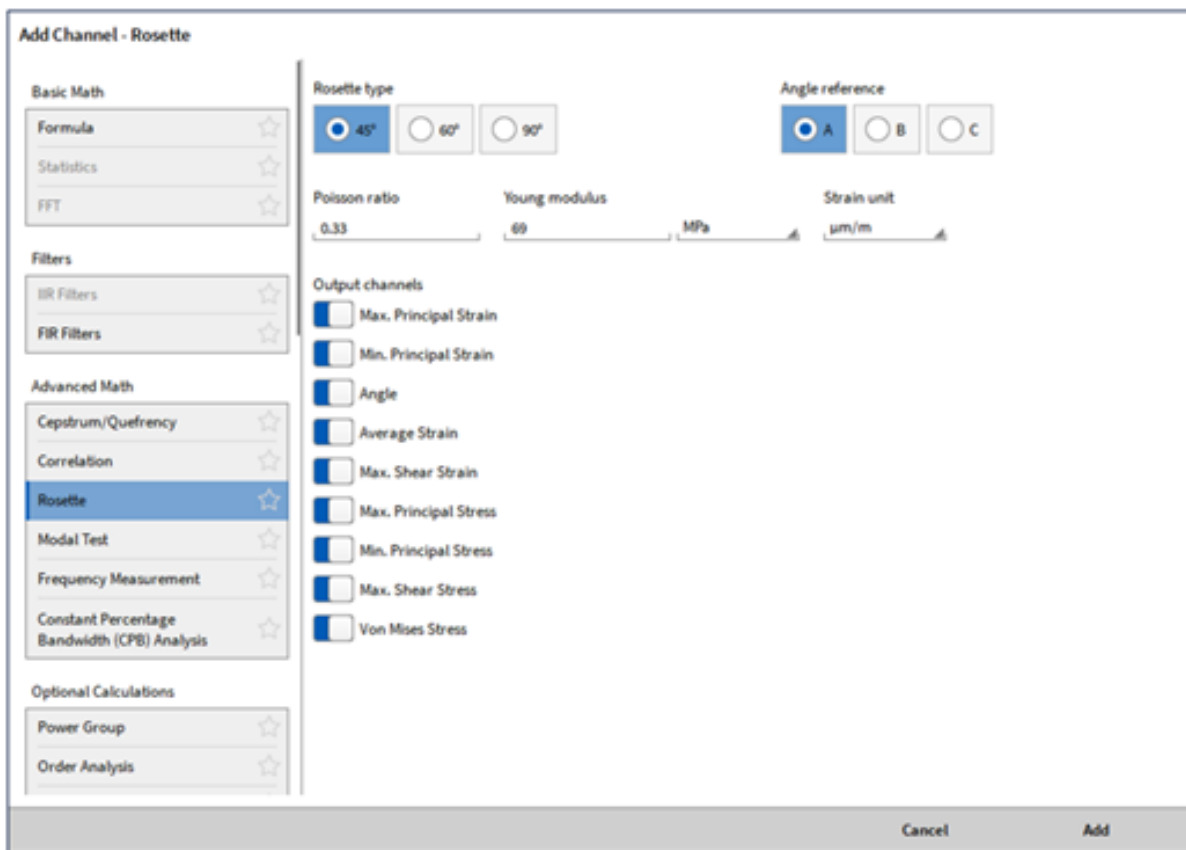
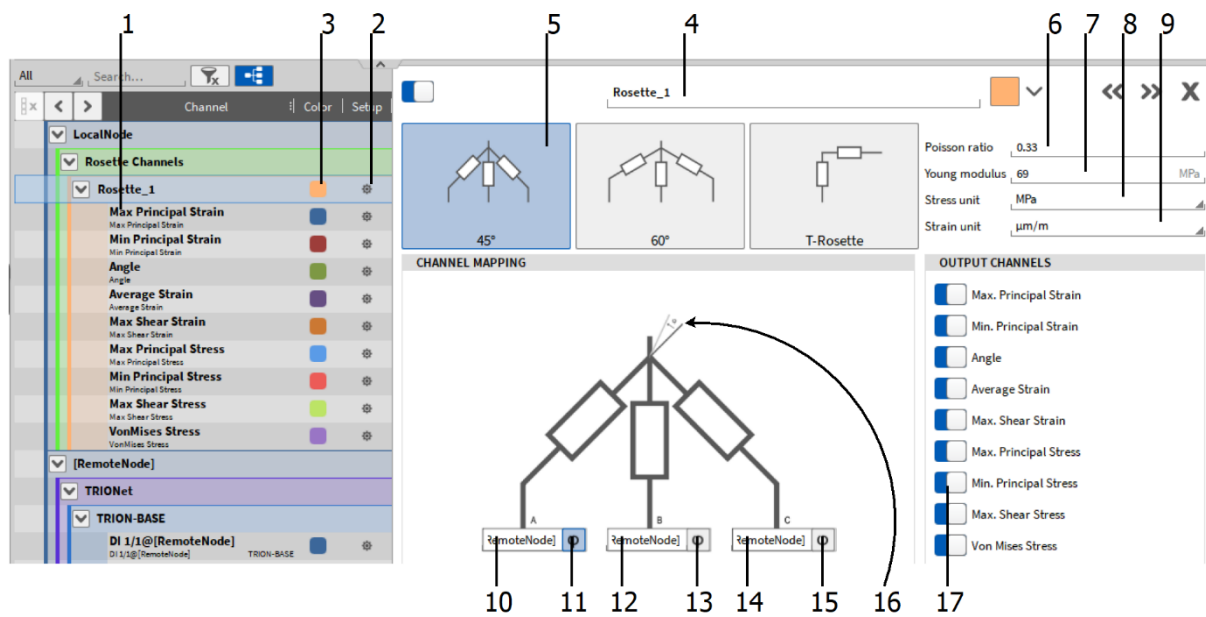
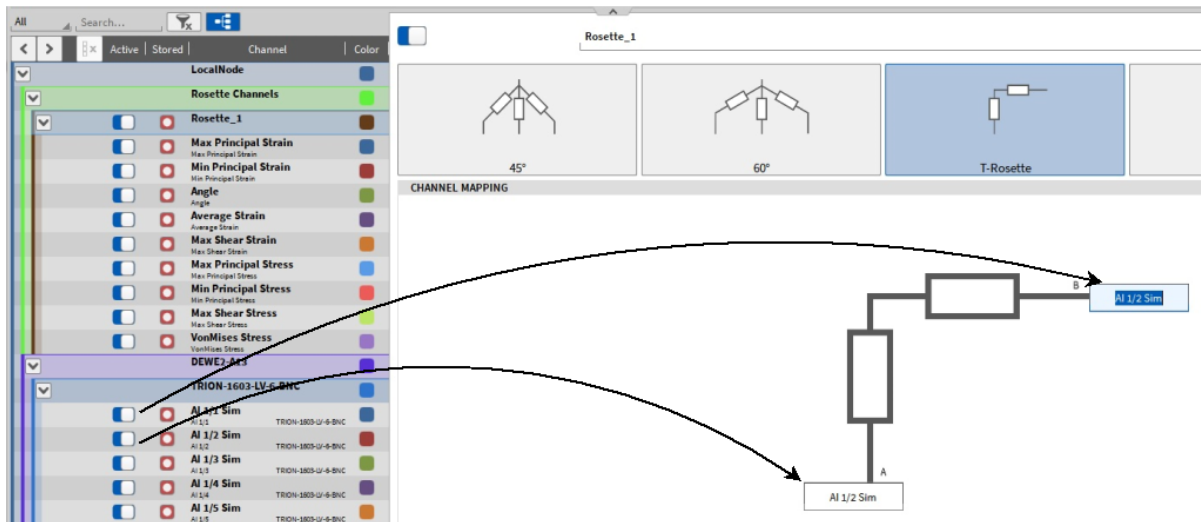

Abb. 7.108: Pop-up-Fenster zur Erstellung einer Rosetten-Berechnung
Abb. 7.109: Rosetten-Kanaleinstellungen – Übersicht
Abb. 7.111: Kanaluweisung in den Rosetten-Kanaleinstellungen
Um einen Rosetten-Kanal zu erstellen, klicken Sie auf den *Hinzufügen* Button im unteren linken Eck (rot markiert in Abb. 7.51) und wählen Sie Rosette (siehe Abb. 7.108). Nachdem *Hinzufügen* erneut geklickt wurde, wird ein Rosetten-Hauptkanal (*Rosette\_1* in Abb. 7.109) mit Unterkanälen (*Max Principal strain* bis *VonMises Stress* in Abb. 7.109) der Kanalliste hinzugefügt. Ein Klick auf das Zahnrad des Rosetten-Hauptkanals öffnet die Rosetteneinstellungen, um Änderungen vorzunehmen (siehe Abb. 7.109).
Die Kanaluweisung kann auch im Nachhinein per Drag-and-Drop in den Kanaleinstellungen der Rosette gemacht werden (siehe ①⑥ in Abb. 7.109), indem der gewünschte Kanal der Kanalliste in den gewünschten Eingangskanal der Rosetten-Berechnung gezogen wird (siehe Abb. 7.111).
Die Unterkanäle (siehe ①⑦ in Abb. 7.109) der Rosetten-Berechnung haben Kanaleinstellungen, welche durch das Klicken des Zahnrades zugänglich gemacht werden können. Jedoch kann hier nur die Skalierung geändert werden.